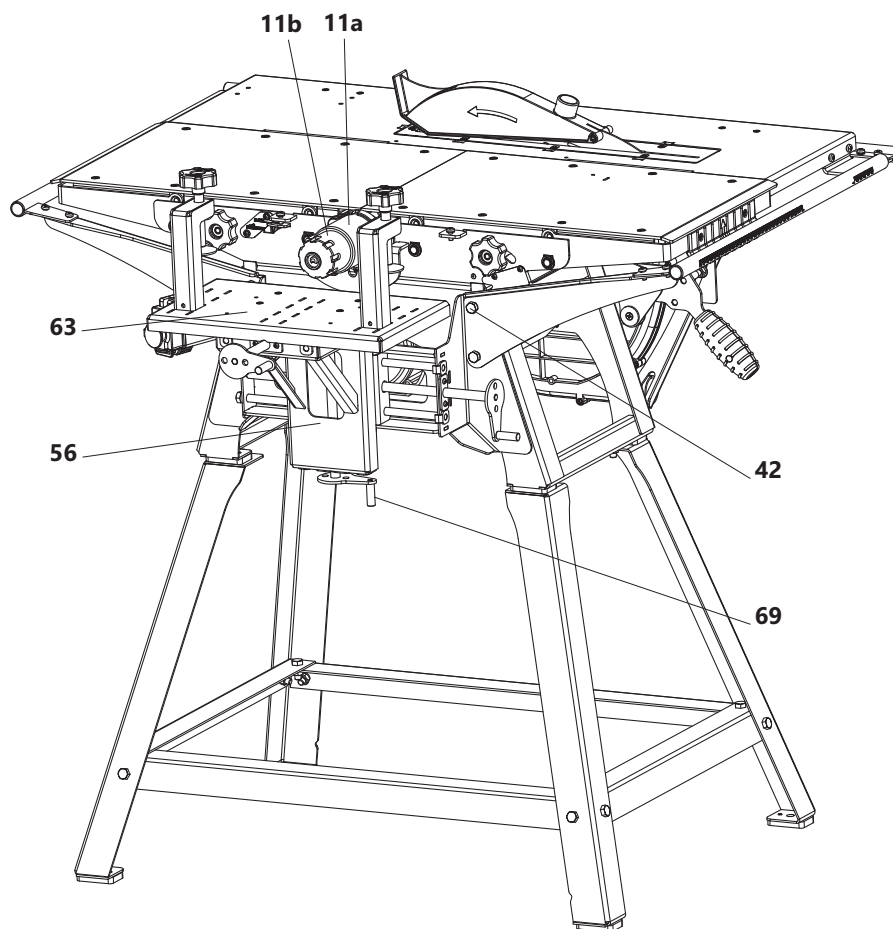

Рис. 26
- установить устройство фрезерное 10 (рис. 26).
Защитное ограждение концевой фрезы имеет подпружиненный защитный колпачок 11b (рис. 26), который перемещается внутрь корпуса 11a при нажатии заготовкой на колпачок в осевом направлении, открывая рабочую часть концевой фрезы.